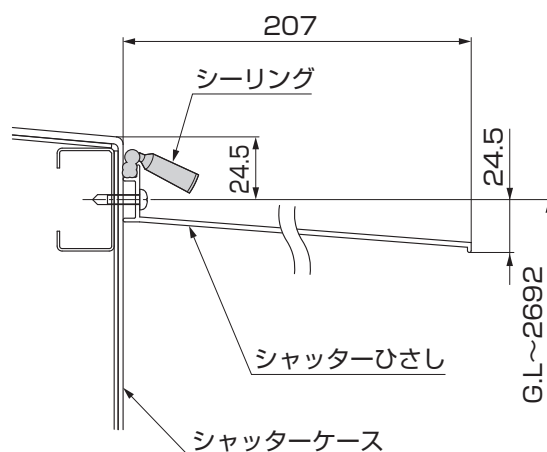

図4-3 シングルシャッターCタイプ
- シングルシャッターCタイプの場合は、図4-3の位置に取付けてください。
- ④シャッターひさし上部に通しでシーリング材を充填してください。（図4-3参照）